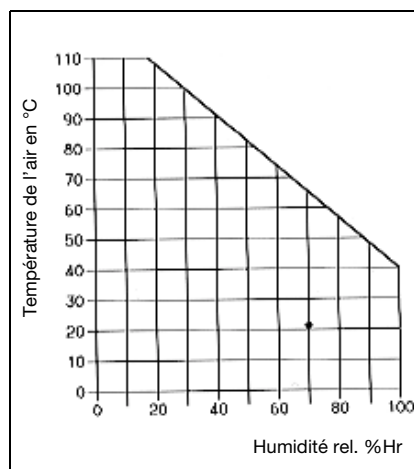

Fig.8 : Température et humidité max. pour un hygromètre à cheveux synthétiques.
Les hygromètres à cheveux synthétiques résistent à l'eau et sont insensibles aux souillures sèches, à la poussière, peluches et autres souillures de ce genre. La plage de mesure et de travail s'étend de (0)30 à 100 % Hr mais dépend de la température ambiante (voir fig. 8), la précision de mesure étant de l'ordre de ± 2 à 3 %.